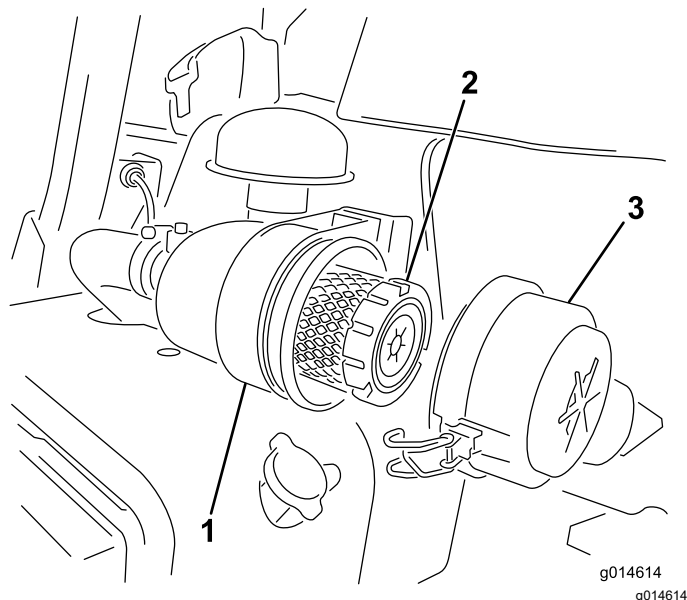

図 31
1. エアクリーナのカバーをボディーに固定しているラッチを外す 図 31。
7. ラッチをしっかりと掛ける 図 31。